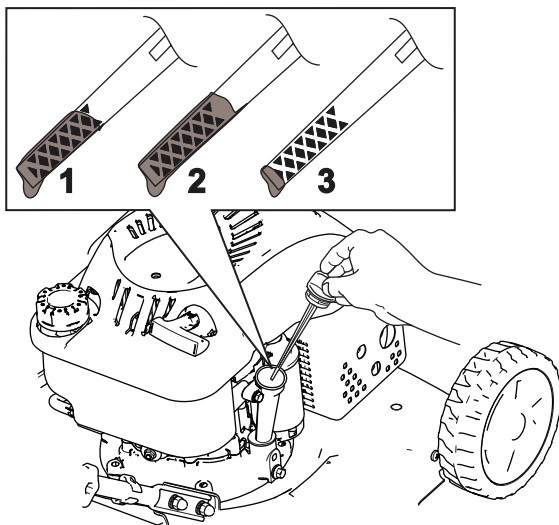

Figura 11
2. Scoateți joja rotind capacul în sens invers acelor de ceasornic și trăgându-l (Figura 11).
5. Verificați nivelul de ulei indicat pe joja (Figura 11).